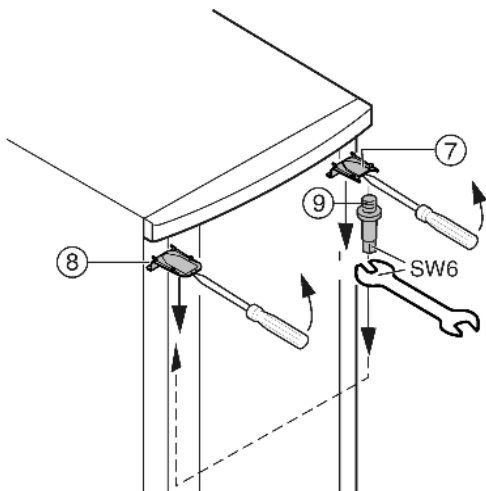

Fig. 7
- ▶ Horný kryt Fig. 7 (7) a kryt Fig. 7 (8) vylúpnite vpredu skrutkovačom a odoberte priečne smerom nadol.
- ▶ Ložiskový čap Fig. 7 (9) vyskrutkujte a na opačnej strane **pevne (s uťahovacím momentom 4 Nm)** zaskrutkujte.
- ▶ Kryt Fig. 7 (7) opätovne namontujte na strane čapu ložiska: vzadu nasadte, vpredu zaklapnite.
- ▶ Kryt Fig. 7 (8) namontujte na opačnú stranu: vzadu nasadte, vpredu zaklapnite.
- ▶ Dvere hore zaveste na ložiskový čap Fig. 7 (9).